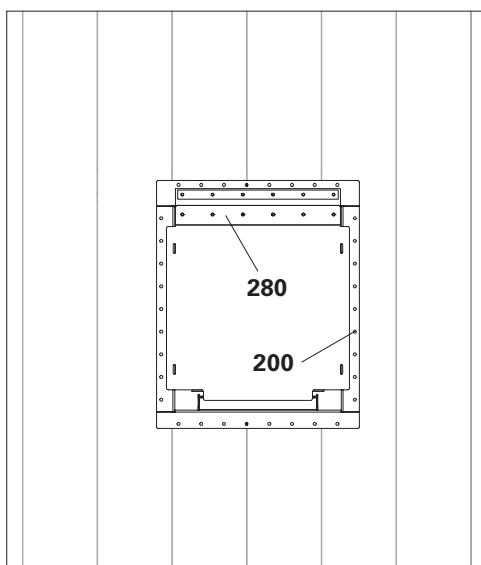

Fig. B3.02
3. Avvitare il telaio della botola all'impalcato della piattaforma con viti Torx 6 x 40 (**200**). (Fig. B3.02)